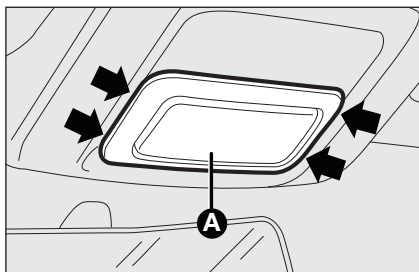

fig. 25
- cu ajutorul șurubelniței din dotare, scoateți plafoniera **A**-fig. 25 acționând în punctele indicate de săgeți;